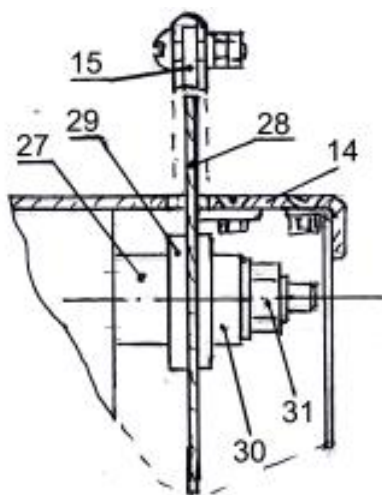

Рис. 7
- Застопорив деревянным бруском строгальный вал, открутить гайку (31) крепления шайб и втулок на конце вала (Рис.7);
- Установить на вал втулку (27), пыльный диск (28) между шайбами пилы (29), одеть конечную втулку (30), шайбу на диаметр $\varnothing 20$ и зажать гайку крепления (31) на конце вала;